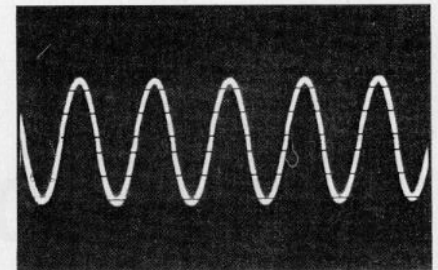
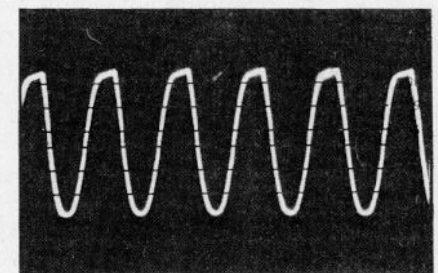

Bild 13 Klirrfreies NF-Ausgangssignal
Bild 14 NF-Ausgangssignal mit Begrenzungerscheinungen. Hoher Klirrfaktor.
**Bild 13** zeigt eine relativ klirrfreie Ausgangsspannung, während in **Bild 14** Begrenzungerscheinungen im NF-Verstärker angezeigt werden.